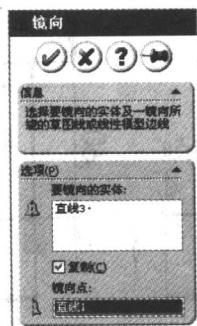

图 1-8 镜像直线
13. 镜像直线。单击镜像按钮 镜向 ，选择直线作为要镜像的实体，选择中心线作为镜像点，如图 1-8 所示^①。单击确认按钮 \checkmark ，完成镜像。